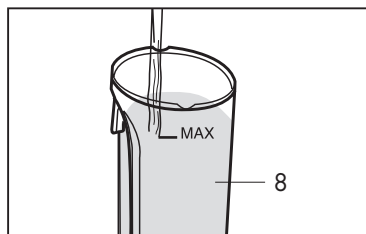

Fig. 2
- Remplir le réservoir jusqu'au niveau maximum indiqué (MAX). (**Fig. 2**).